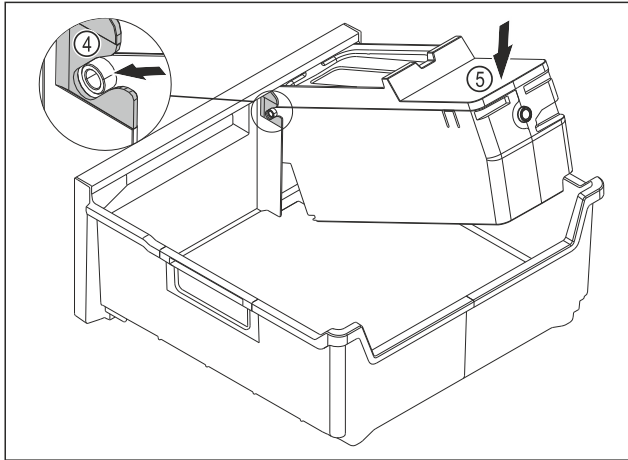

Fig. 86
- ▶ Montáž korpusu EasyTwist-Ice: Osi korpusu EasyTwist-Ice zasuniete do vedení Fig. 86 (4).
- ▶ Zatláčajte korpus EasyTwist-Ice Fig. 86 (5) zozadu smerom nadol.